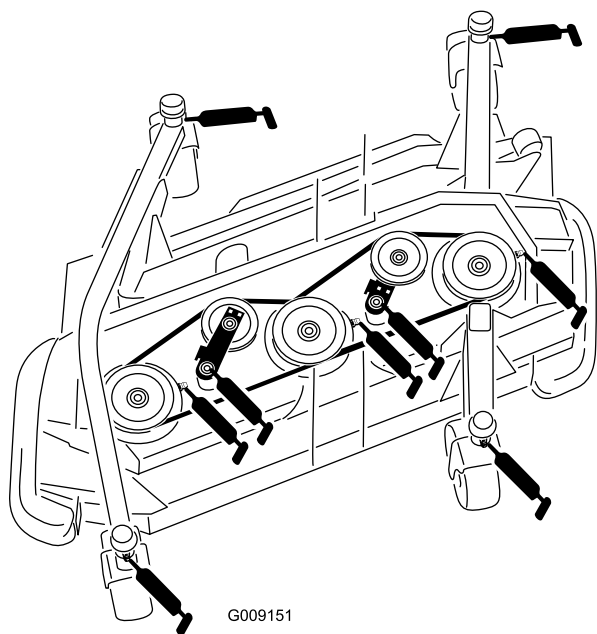

Рисунок 56
- Втулки валов вилок поворотных колес (4 шт.) (Рисунок 56)
- Подшипники шпинделей (3 шт.) (расположенные в корпусе шпинделей) (Рисунок 56)
- Втулки шарниров рычагов нажимных шкивов (2 шт.) (расположенные на осях шарниров нажимных шкивов) (Рисунок 56)